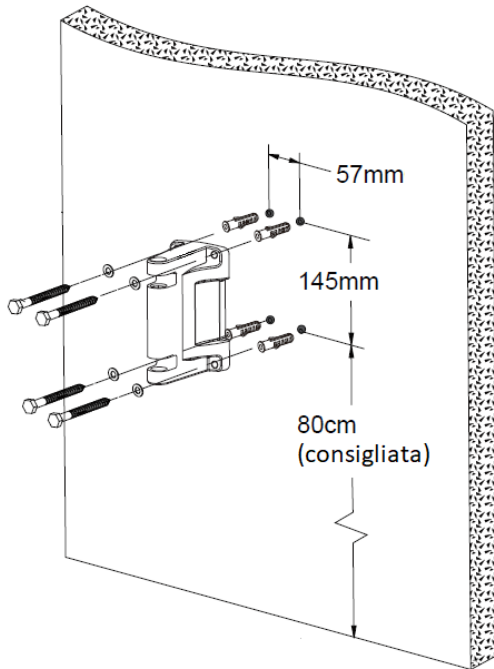

Fig. 4a
- Utilizzare la staffa (5) come modello per contrassegnare la posizione di perforazione con un pennarello. Si consiglia di posizionare i fori inferiori a 80 cm dal pavimento. (vedi Fig. 4a)